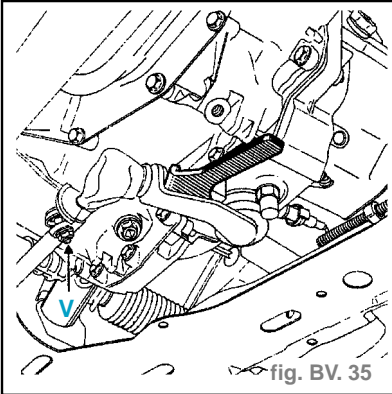

fig. BV. 35
- Desserrer la vis (V). (fig. BV. 35)
- Dans cette position, serrer la vis (V). (fig. BV. 35)